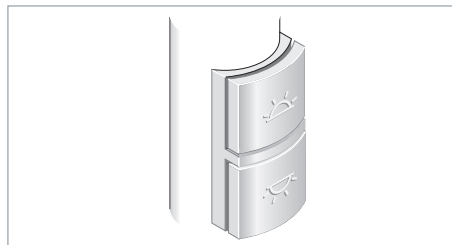

Fig. 14: élément de commande pour un luminaire utilisable séparément (standard).
- élément de commande pour un luminaire utilisable séparément (standard), voir Fig. 14
- Appuyez sur la touche supérieure, voir Fig. 14.
- Appuyez sur la touche inférieure, voir Fig. 14.
- Appuyez sur la touche supérieure et tenez-la appuyée, voir Fig. 14.
- Appuyez sur la touche inférieure et tenez-la appuyée, voir Fig. 14.